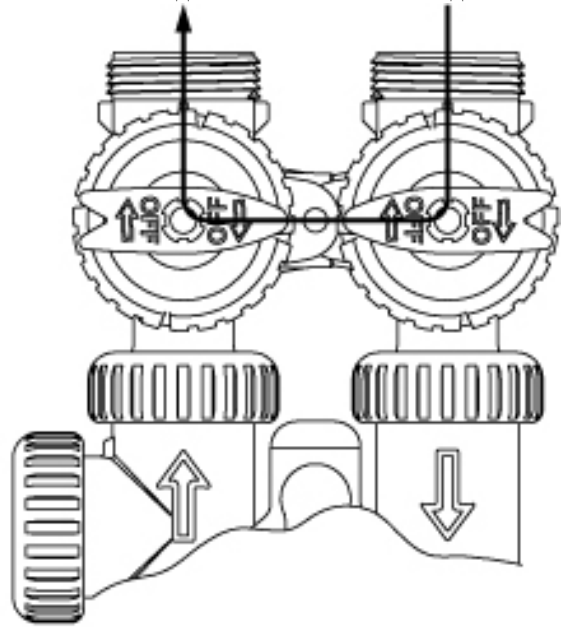

Рисунок 3
3. **Положение *Диагностика*:** Ручка *Вход* устанавливается в соответствии с направлением стрелки на управляющем клапане, а ручка *Выход* направляется к центру клапана байпаса; воды из системы поступает в управляющий клапан, но вода из клапана к месту потребления не поступает. (См. Рисунок 3).